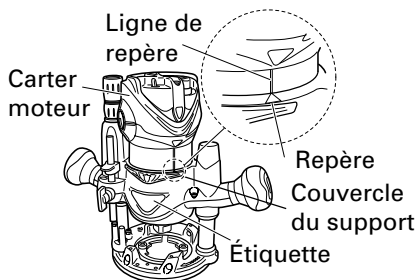

Fig. 2
- (1) Placer le socle d'inclinaison en conservant le devant de l'étiquette. (Fig. 2)
- (2) Insérer le carter moteur de façon que le repère du couvercle du support soit aligné sur la ligne de repère du carter moteur. (Fig. 2)